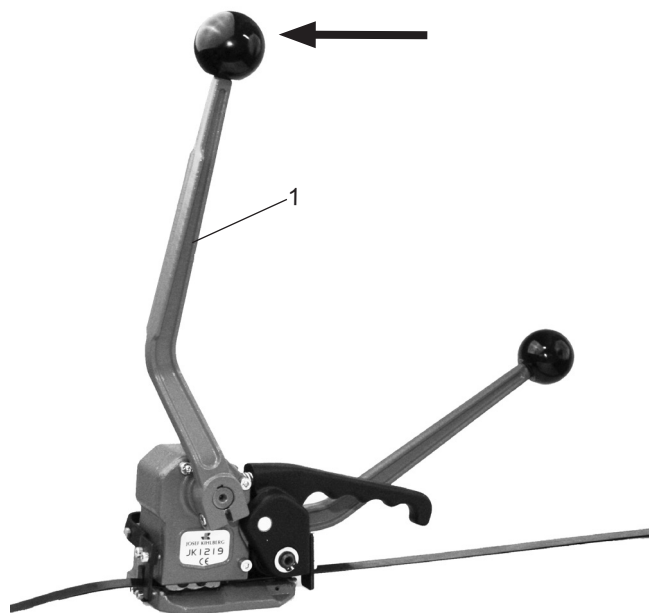

Fig. 5
- Lorsque la tension de bande est atteinte, amener le levier de sertissage (Fig. 5/1) jusqu'à la butée. La main droite reste sur le levier de tension pour absorber la force de réaction. La bande est sertie et sectionnée.